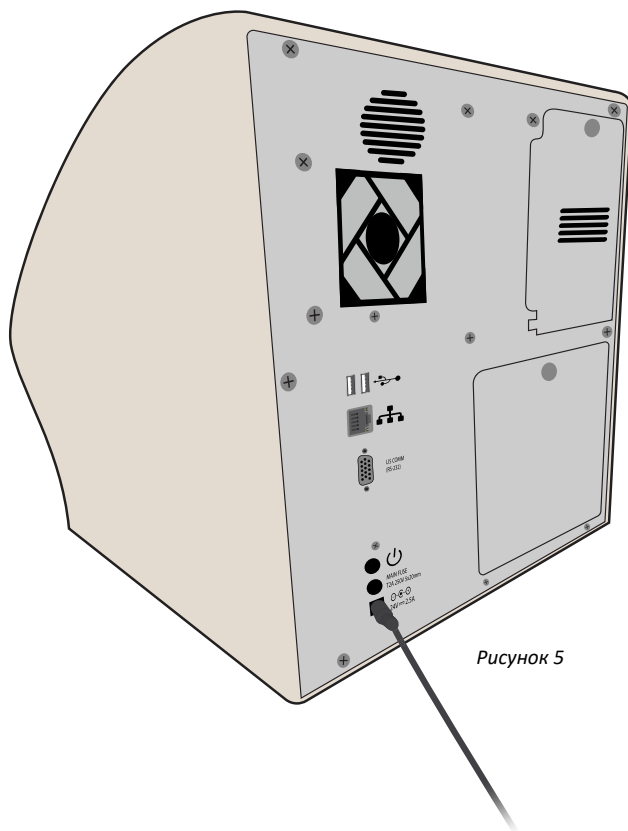

Рисунок 5
3. Вставьте шнур адаптера питания в гнездо питания, расположенное на задней панели прибора (рис. 5).